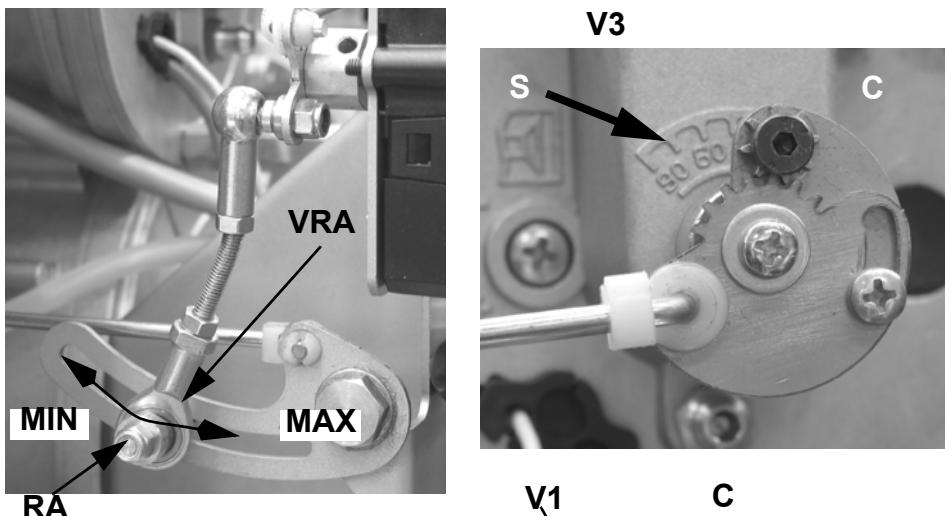

Рис. 17
- 13 Регулирование расхода воздуха горения осуществляется с помощью сервопривода. Сервопривод должен быть всегда повернут на 90° (см. следующий параграф), при любой настройке большого и малого пламени. Открытие воздушной заслонки регулируется с помощью кулачка с прорезью на Рис. 17. Для того, чтобы отрегулировать расход воздуха, необходимо расслабить гайку **RA** (Рис. 17) и двигать рычажок **VRA** вдоль прорези, как указано, для увеличения или уменьшения расхода воздуха, пока не получите необходимый расход, затем заблокировать гайку **RA** в соответствующем положении.